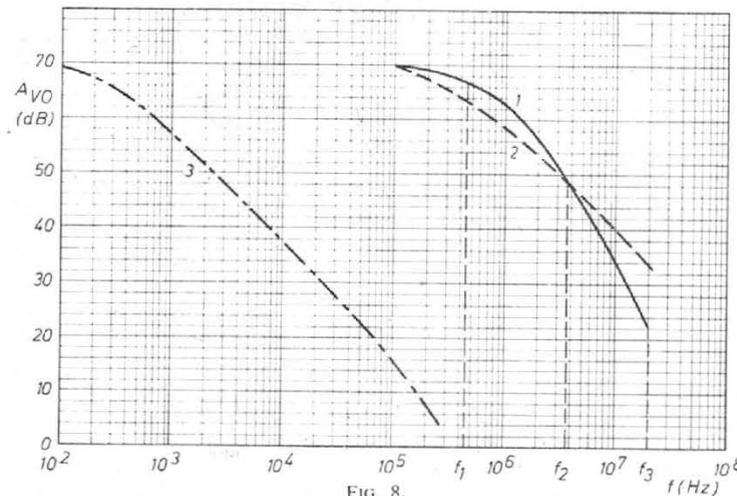

FIG. 8.
Un problème important est celui de la largeur de bande. La bande d'un amplificateur opérationnel dépend de la manière dont il est monté, notamment s'il fonctionne avec boucle ouverte (c'est-à-dire sans réaction) ou en boucle fermée (avec réaction). Si le signal de réaction devient égal ou supérieur à celui d'entrée et si ces deux signaux sont en phase pour certaines fréquences de la bande, il y a réaction positive qui entraîne l'instabilité du montage. La figure 8 donne les courbes de réponse en fréquence du TAA241. Celle en trait plein (1) représente le gain en boucle ouverte, sans aucun
Pour les applications aux fréquences basses, le fonctionnement stable est obtenu également avec un condensateur de $0,1 \mu F$ monté entre le point F_2 et la masse. La courbe 3, trait-point, de la figure 8 donne la réponse de l'amplificateur